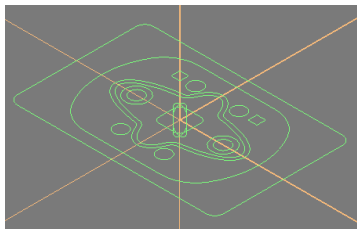

图 4-4 二维轮廓
11) 将萤幕视图切换到“侧视图”，依步骤 10) 绘出 16mm×8mm 矩形。整个二维轮廓如图 4-4 所示。